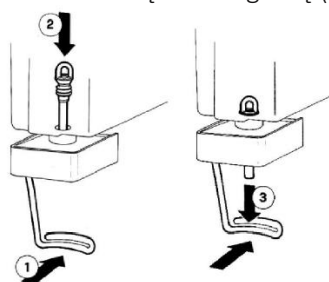

Rysunek 3
- Umieścić pomarańcze w koszyku lub podajniku. W przypadku modeli F-50 A, F-50AC, Self-Service, Freezer, załadować system podajnika (RYS. 3)
- Zdjąć uszczelkę ze zbiornika i wyjąć pompę turbinową. Aby odblokować kranik z rury gumowej, przycisnąć dźwignię kranika (1) i wyjąć (2) rurę pionowo z dna pojemnika (rys. 3)